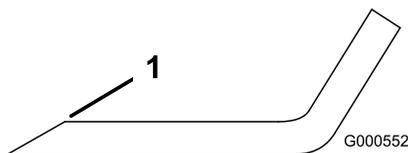

Bild 55
- Schärfen Sie die Schnittkante an beiden Enden des Schnittmessers mit einer Feile (Bild 55).
Hinweis: Feilen Sie, wenn das Schnittmesser nicht ausgewuchtet ist, vom Flügelbereich des Messers etwas Metall ab (Bild 55).